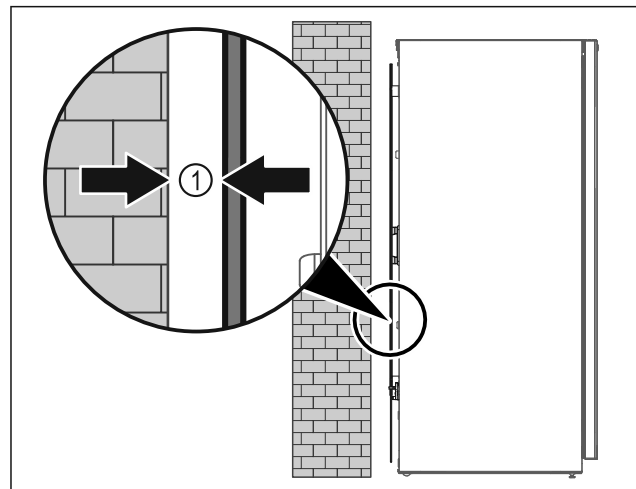

Fig. 9
- ▶ Установите устройство или свободно в помещении или прямо к стене на расстоянии 5 мм Fig. 9 (1).